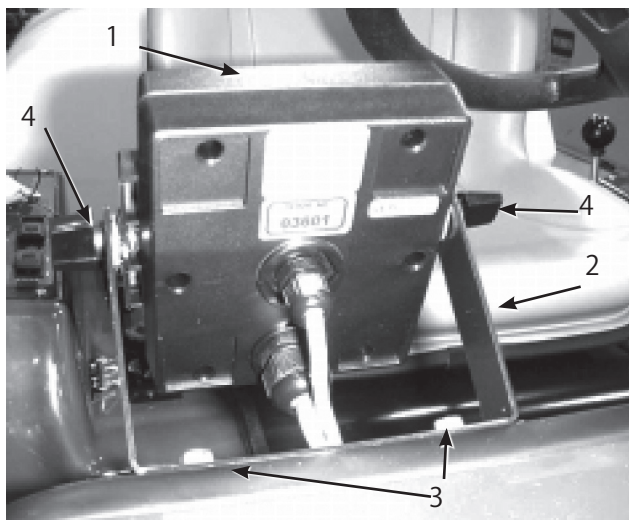

図3
1. モニタのブラケットをダッシュボードに取り付ける (図3: フランジヘッド・ボルト (1/4 x 3/4) 2本とフランジ・ナット (1/4) 2本を使用)。
2. キャリッジボルト、ゴム・ワッシャ、ノブ各2個を、図3および4のように仮止める。
5. ブラケットにスプレープロを取り付け (図3)、ノブで固定する。